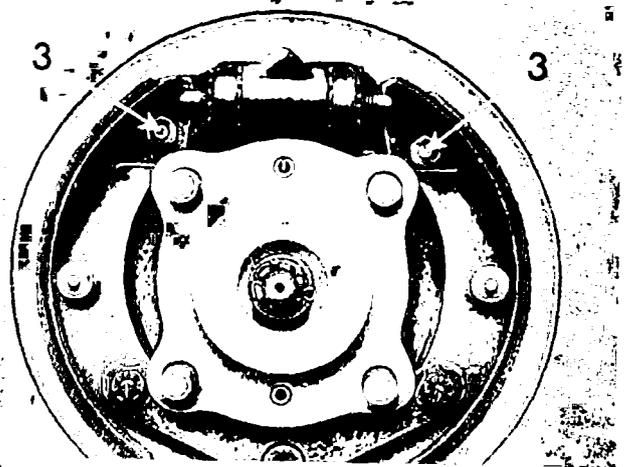

Abb. 8. Einstellung der Bremse
Zu diesem Zweck muß die Bremstrommel abgenommen werden, worauf die auf Abb. 8 gekennzeichneten exzentrischen Bolzen (3) verstellt werden. Diese Nachstellung darf jedoch die im vorangehenden Kapitel angeführte Einstellung der Bremsbacken mit Hilfe der Einstellmutter an den Radbremszylindern nicht überschreiten.